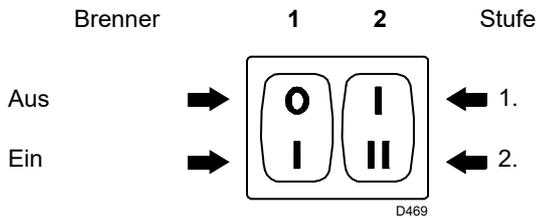
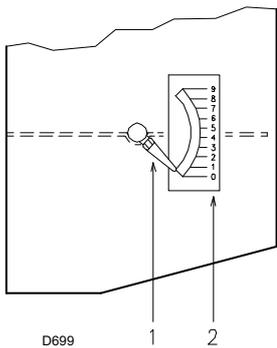
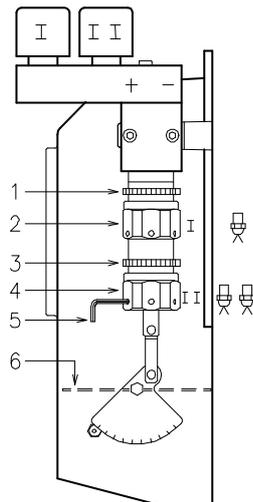

Abb. 19
Abb. 20
Abb. 21
– Die Pumpe ist dann eingeschaltet, wenn aus der Schraube 3) Heizöl heraustritt. Den Brenner sofort stoppen: Schalter 1)(Abb. 19, Seite 20) auf "AUS" und die Schraube 3) einschrauben.
- Den Brenner durch Schließen der Fernsteuerungen und mit dem Schalter 1)(Abb. 19, Seite 20) auf "EIN" starten. Der Pumpendrehrichtung muss der Pfeilangabe auf dem Deckel entsprechen.
Den Schalter 1)(Abb. 19) auf "EIN" stellen.
Halten Sie den Brenner in der 1. Stufe, indem Sie den Schalter 2) (Abb. 19) auf die Position der 1. Stufe stellen. Die Öffnung der Luftklappe 6) (Abb. 21) ist auf die gewählte Düse abzustimmen: der Zeiger 1) (Abb. 20) muss der Kerbe 2) (Abb. 20) gemäß Tabelle (Tab. D) entsprechen. Die Einstellung durch Drehen des Sechskants 2) (Abb. 21) vornehmen:
Kerbe 2,3 (Abb. 20) in Übereinstimmung mit Zeiger 1).
Nach erfolgter Einstellung den Sechskant 2) (Abb. 21) mit der Nutmutter 1) arretieren.
Nr. Kerbe 2) (Abb. 20)
Den Schalter 2) (Abb. 19, Seite 20) in die Position der 2. Stufe bringen und die Luftklappe 6) (Abb. 21) über den Sechskant 4) (Abb. 21) nach Lockern der Nutmutter 3) (Abb. 21) einstellen.
Zwecks leichter Regulierung der Sechskantelemente 2) und 4)(Abb. 21) den 3 mm Sechskantschlüssel 5)(Abb. 21) verwenden.